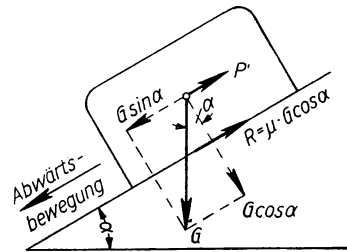

Bild 250
b) Soll der Körper gleichförmig abwärts gleiten (Bild 250), so muß eine Kraft  $P'$  hemmend an ihm angreifen, um beschleunigte Abwärtsbewegung zu verhindern. Der Reibungswiderstand  $R = \mu G \cos \alpha$  wirkt dabei der Bewegung entgegen schräg nach oben.